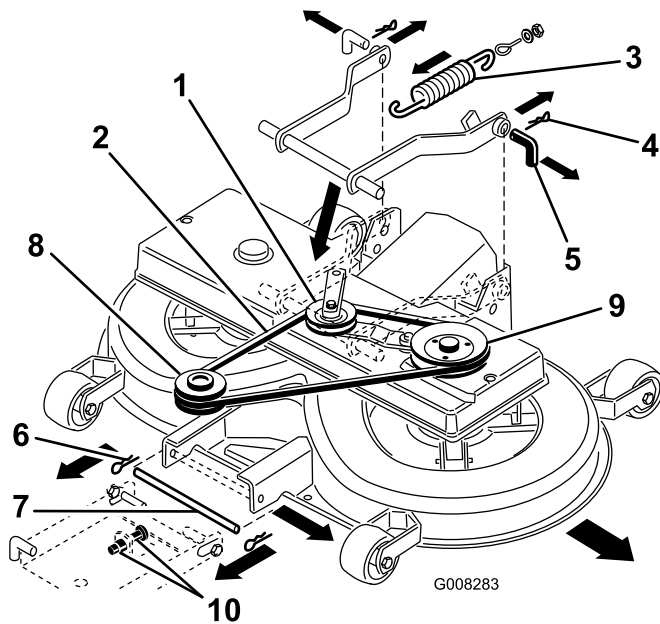

Bild 42
8. Ziehen Sie den Spannarm nach innen. Nehmen Sie den Keilriemen von der Scheibe ab (Bild 42).
- Nehmen Sie die Feder vom Schalthebel ab (Bild 42).
- Entfernen Sie die zwei Splintclips von den zwei hinteren Stiften und nehmen Sie die Stifte ab (Bild 42).
- Entfernen Sie den Splintclip vom vorderen Stift und nehmen Sie den Stift ab (Bild 42).
- Entfernen Sie den Keilriemen von der Motorscheibe (Bild 42).
- Drehen Sie den unteren Stift der Einstellung für die vordere Aufhängung in die untere Stellung der geschlitzten Löcher. Stellen Sie hierfür die 2 Muttern (M12) an der vorderen Aufhängung ein (Bild 42).